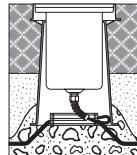

Abb. 2
- 2) In gefliesten oder gepflasterten Bereichen (**Abb. 2**)